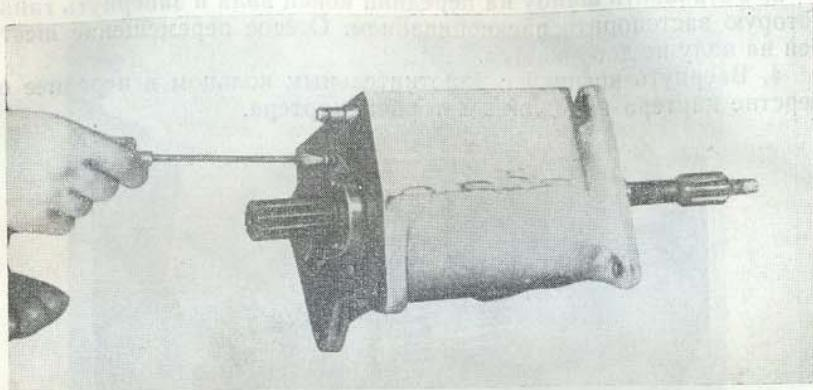

Рис. 94. Крепление вторичного вала коробки передач автомобиля УАЗ-452
7. Закрепить задний подшипник вторичного вала коробки передач автомобиля УАЗ-452 двумя пластинками с винтами и пружинными шайбами (рис. 94).